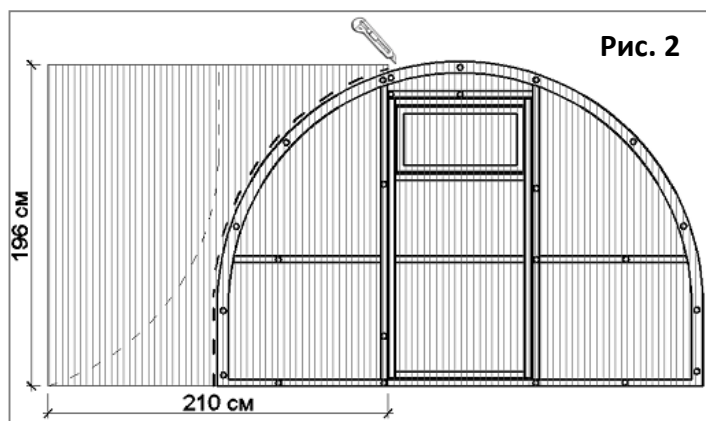

Рис. 2
5.1.3. Второй частью поликарбоната (размером 196x210 см) покройте оставшуюся часть торца. Закрепите саморезами и обрежьте ровно по дуге. Оставшийся поликарбонат используйте для покрытия второго торца как показано на рис. 2.